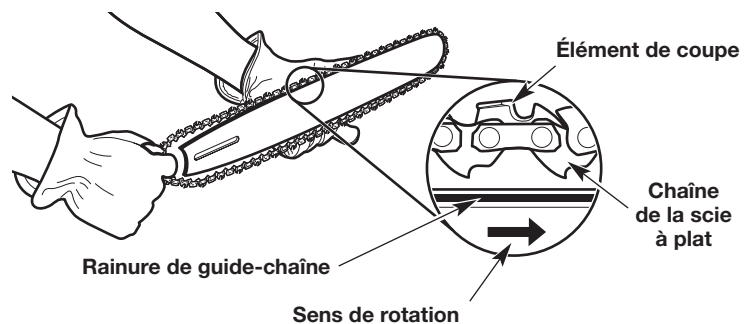
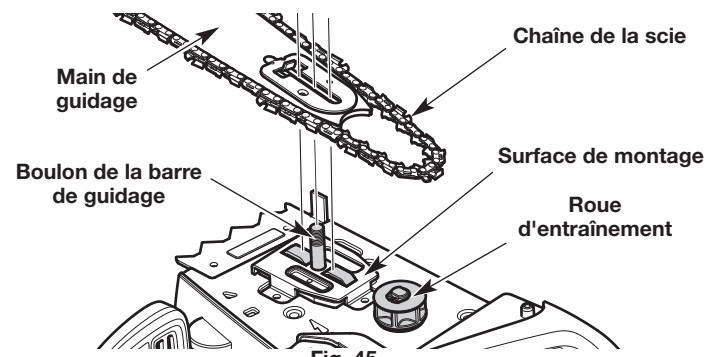

Fig. 44
Fig. 45
3. Retirer soigneusement la chaîne de scie et la barre de guidage (Fig. 45).
3. Faites entrer la chaîne dans la rainure du guide-chaîne (Fig. 44). Assurez-vous que les couteaux pointent dans le bon sens de rotation (Fig. 44). Gardez une boucle de chaîne à l'extrémité arrière du guide-chaîne (Fig. 44).
4. Maintenez la chaîne et le guide-chaîne ensemble, en position sur l'appareil. Enrouler la chaîne de la scie autour de la roue d'entraînement dentée et installer la barre de guidage sur le boulon de la barre de guidage (Fig. 45). Assurez-vous que le guide-chaîne est à plat contre la surface de montage (Fig. 45). Assurez-vous que les méplats de la chaîne se trouvent dans les rainures sur le pignon d'entraînement (Fig. 44).